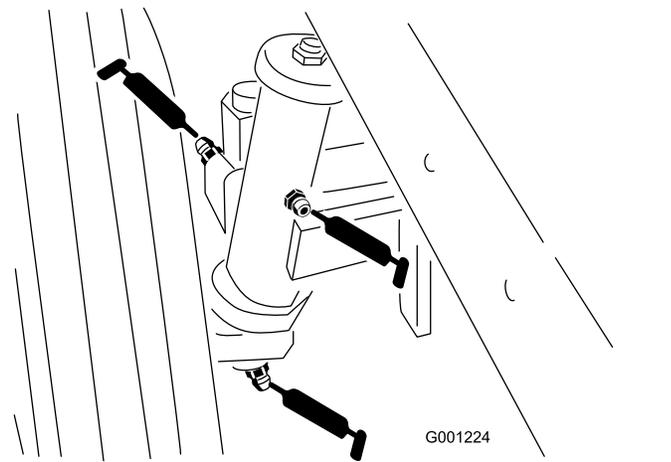

Figura 40
- Casquillos del eje de la rueda trasera (Figura 40)